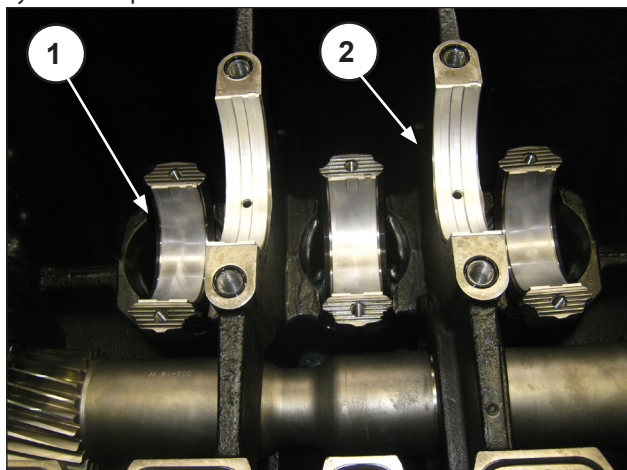
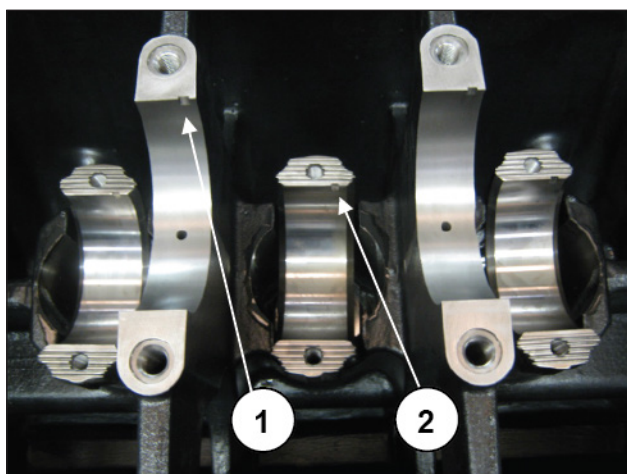

Fig. 95
Fig. 96
Monter les demi-coussinets sur les trois demi-bielles et les paliers principaux du carter avant (Fig. 95 rep. ①, ②).
Pour éviter une inversion des demi-coussinets, se conformer strictement à l'image ci-dessus (Fig. 95) ; en l'occurrence, les demi-coussinets de bielle ne sont pas creux sur la tige (rep. ①), tandis que les demi-coussinets de palier possèdent une rainure et un orifice de lubrification (rep. ②). Avant l'installation du vilebrequin, s'assurer du bon positionnement des demi-coussinets. Pour une installation correcte des demi-coussinets de palier et de bielle, faire en sorte que les onglets de référence soient positionnés dans les logements (rep. ①, ②, Fig. 96).